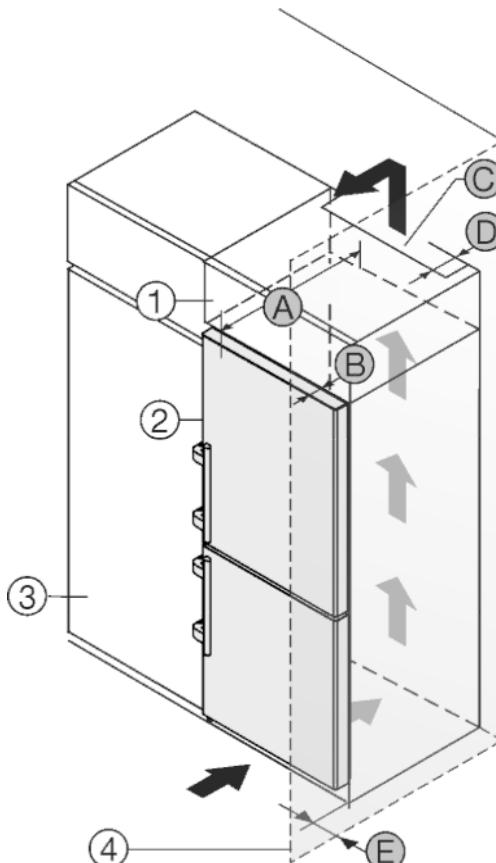

Fig. 12
Устройство может быть окружено кухонными шкафами. Чтобы уравнять устройство Fig. 12 (2) по высоте с кухонной стенкой, можно установить над устройством дополнительный шкафчик Fig. 12 (1).
Установить устройство можно непосредственно рядом с кухонным шкафом Fig. 12 (3). Чтобы можно было полностью открыть двери, устройство должно выступать на глубину Fig. 12 (B) относительно передней стенки кухонного шкафа. В зависимости от глубины кухонных шкафов и использования пристенных распорок устройство может выступать и больше.
- На задней стенке дополнительного шкафчика должен быть вентиляционный канал с глубиной *Fig. 12 (D)* по всей ширине этого шкафа.
- Нужно соблюдать вентиляционное отверстие *Fig. 12 (C)* под нижней панелью.
Если устройство установлено на шарнирах у стены *Fig. 12 (4)*, то нужно соблюдать расстояние *Fig. 12 (E)* между устройством и стеной. Настолько выступает ручка при открытой дверце.